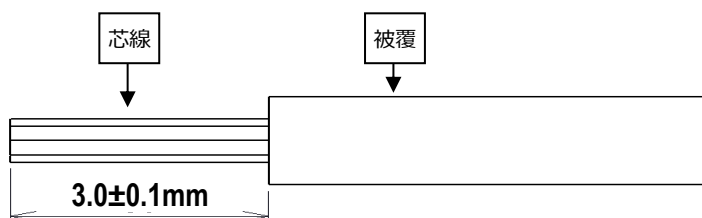

図 2.電線被覆剥き長さ
①電線被覆は、 3.0 ± 0.1 mmで剥いてください。(図.2 参照)